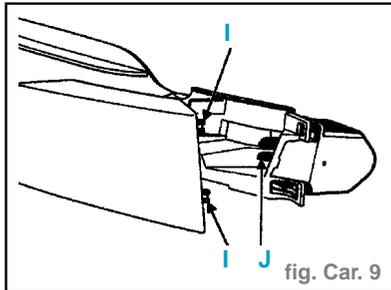

fig. Car. 9
- Soulever le clips (J) et dégager la patte de maintien. (fig. Car. 9)
- Lors de la repose, veillez à encliqueter correctement la barrette sous phare et à mettre les doigts d'indexage (I) correctement dans leur logement.